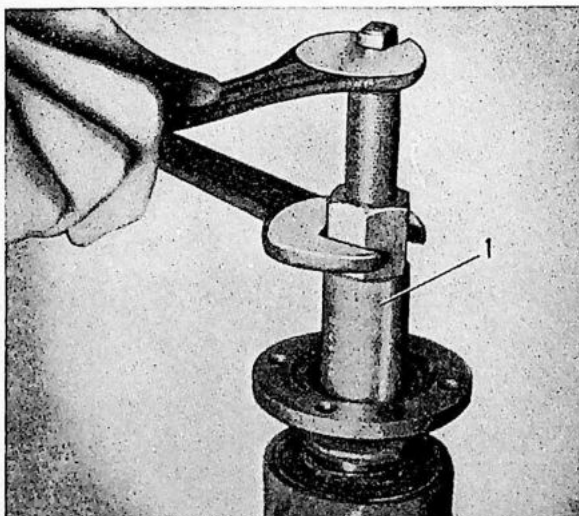

Fig. 4-93. Montage van de flens
4. Pers de flens op de pignion met behulp van persgereedschap SVO 1845 zie Fig. 4-93. Monteer de ring en de moer. Zet de moer vast met een aanhaalkoppel van 28—30 kgm (200—220 lb.ft.).